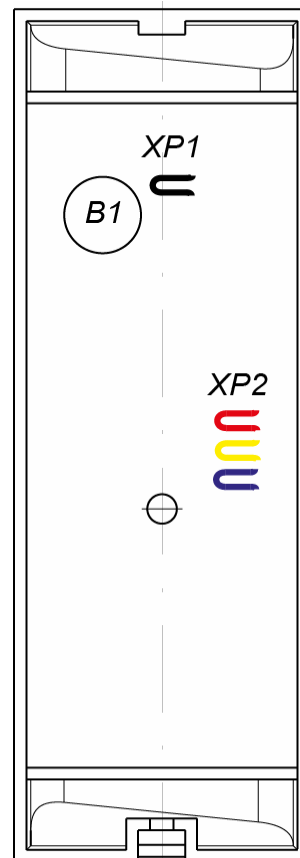

Рисунок 2. Расположение переключателей «номер считывателя» (XP2), переключки «отключение концевого резистора» (XP1) и пьезоэлемента (B1)
Защита электроники от негативных воздействий окружающей среды обеспечивается за счет заливки его платы компаундом. Кабель для подключения считывателя выведен с его тыльной стороны. Кроме того, на тыльной стороне считывателя расположены четыре переключки проводом (см. рис. 2):
4. При помощи трех перемычек **XP2** (см. рис. 2) установите номер считывателя, для чего в соответствии с табл. 2 необходимые перемычки перекусите кусачками. Разрезанные перемычки не должны контактировать с другими перемычками и с металлическим основанием.
5. С целью предотвращения искажений сигнала на концах линии связи **RS-485** должны быть установлены концевые резисторы. В считывателе **PERCo-MR07.1** такой резистор предусмотрен конструктивно. Если устанавливаемый считыватель не является конечным устройством на линии связи, то на нем необходимо отключить концевой резистор, для чего перекусите перемычку **XP1** (см. рис. 2). Проверьте наличие концевых резисторов на реальных концах линии связи интерфейса **RS-485**.